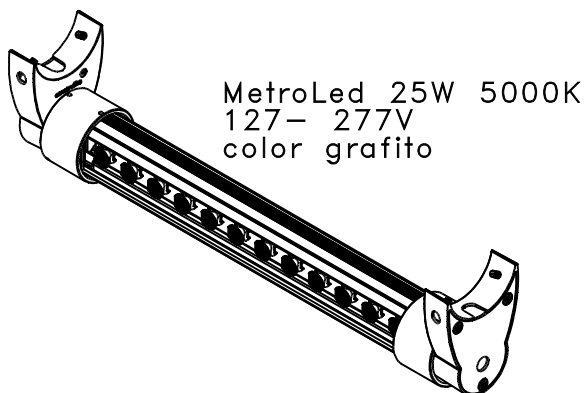

Figura 1
- 3.- Utilice pijas autorroscables de 1/4" (no incluidas), para montar el luminario al tubo de acero de 4" del parapeto (Figura 1).